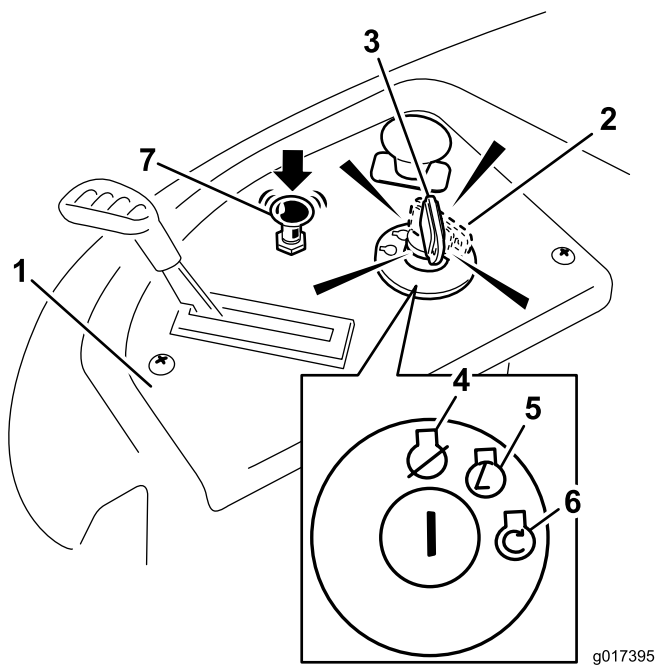

Figure 14
4. Tournez la clé de contact en position de démarrage pour activer le démarreur. Relâchez la clé quand le moteur démarre (Figure 14).
5. Lorsque le moteur démarre, appuyez sur la commande de starter (Figure 14). Si le moteur cale ou hésite, tirez la commande de starter et faites tourner le moteur quelques secondes. Ensuite repoussez la commande du starter. Répétez l'opération si nécessaire.
3. Tournez la clé de contact en position Contact coupé (Figure 14) et enlevez la clé du commutateur d'allumage.